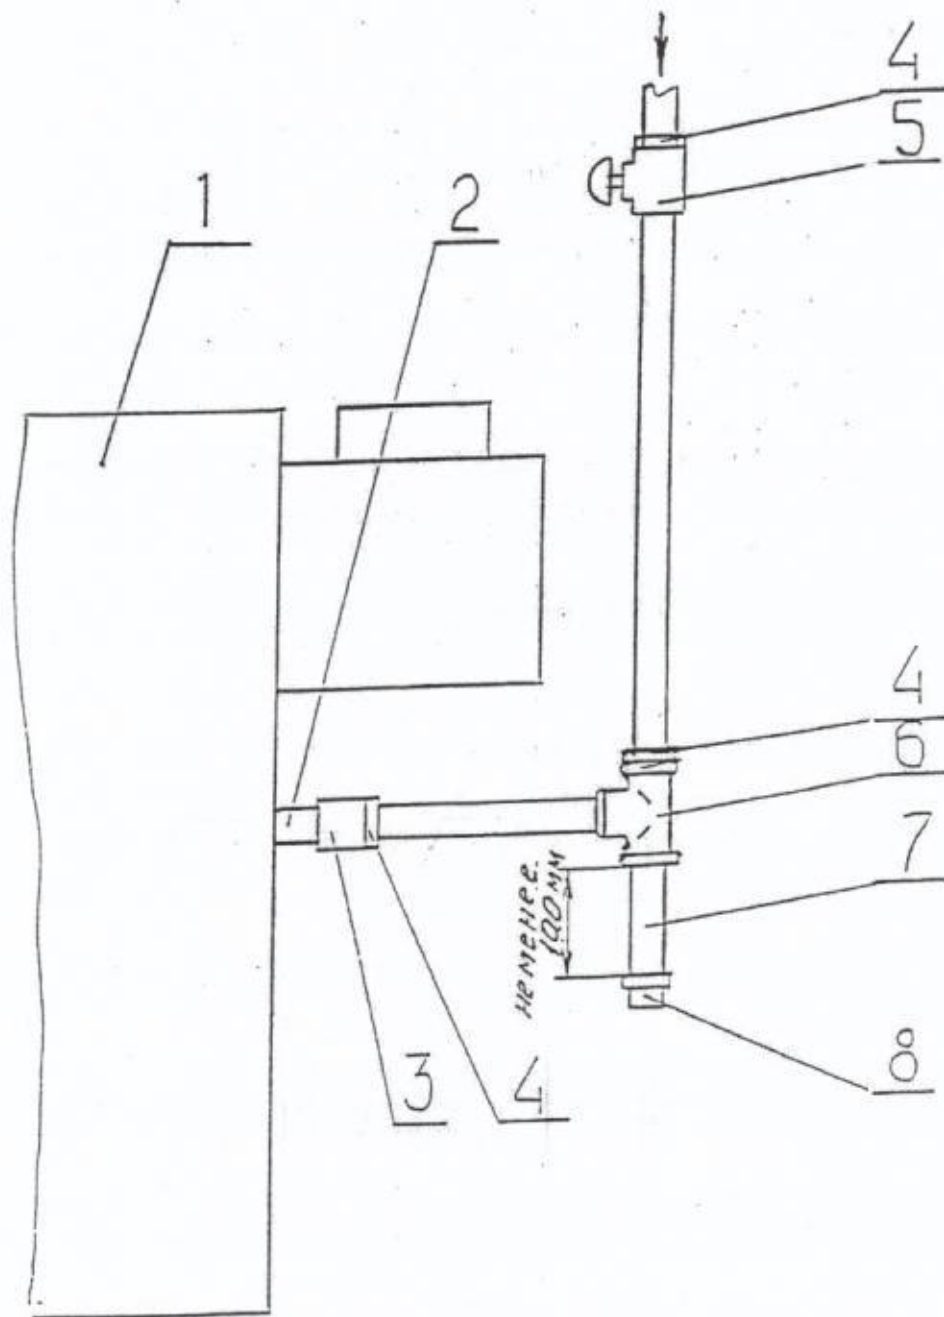

Рис.5. Схема подключения котла к газопроводу.
5.7. На газоподводящей трубе перед котлом обязательно должен быть установлен газовый кран, перекрывающий доступ газа к котлу / см. рис. 5 /.
5.8. Рекомендуется на входе газопровода в котел устроить ловушку- отстойник /см. рис. 5 /.